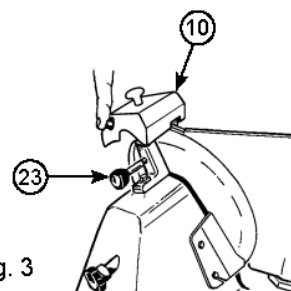

Fig. 3
se qualche bava si è formata sul bordo. • Dopo aver verificato la presenza di sbavature, cliccare l'interruttore (5) su e il pulsante (27) premere delicatamente per circa 3 secondi per rimuovere il residuo prodotto durante l'affilatura. Mettere la manopola graduata (6) in posizione "0". • Dopo l'affilatura, spostare il gruppo affilatoio (10) alla sua posizione originale, vedi fig. 3 e pulire il bordo della lama e le ruote con alcool. • Dopo diverse operazioni di affilatura, rimuovere eventuali residui dalla ruota di affilatura con l'alcol e una spazzola.